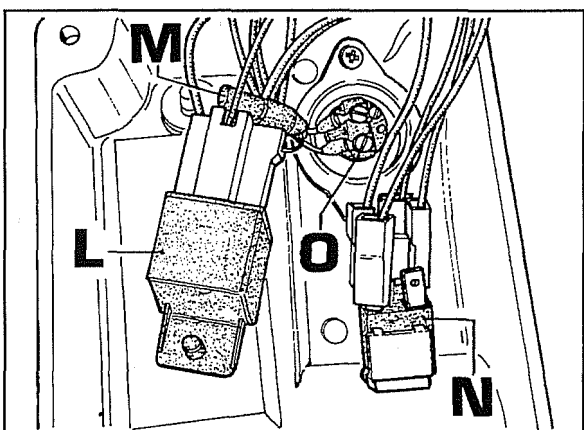

Fig. 9
5. Se pelo contrário, do cavalete acima descrito não se verifica nenhuma medição de corrente, é necessário verificar com tester, a eficiência do interruptor levanta e baixa **N**, do relé **L**, do díodo **M**, e do interruptor de segurança **O** ilustrados na fig. 9, situados debaixo do relativo suporte montado no guarda-lamas direito da plataforma.